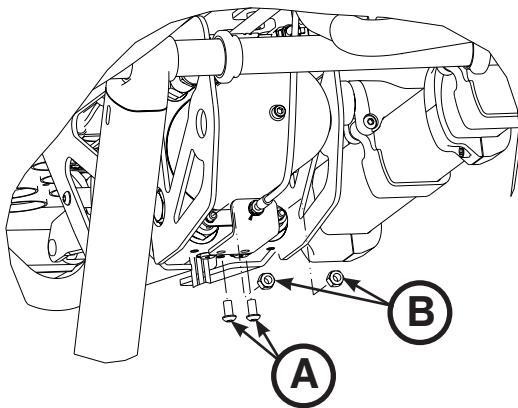

Figura 56
3. Con un destornillador Torx T27, extraiga los dos tornillos de cabeza redonda (A) que fijan el soporte del cable de desbloqueo manual del subconjunto hidráulico (Figura 56).
5. Con una llave combinada de 7/16", extraiga la tuerca hexagonal Nylock ((B) de cada uno de los vástagos de la válvula (Figura 56).